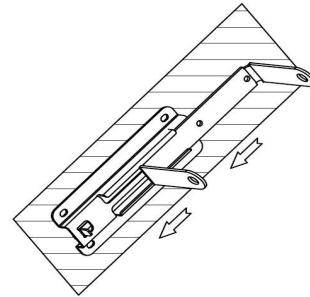

Fig.3
5. Schieben Sie die Rolle auf die Montagehalterung und befestigen Sie sie dann mit einer Schraube von 1*6*10mm. Siehe Abb.3